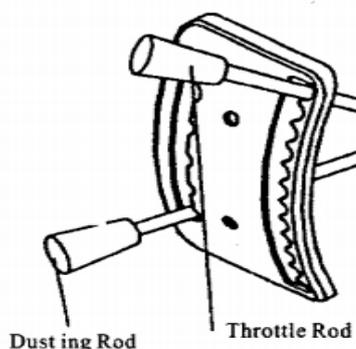

рис.2
- 3) Откройте рычаг дросселя (рис.2)